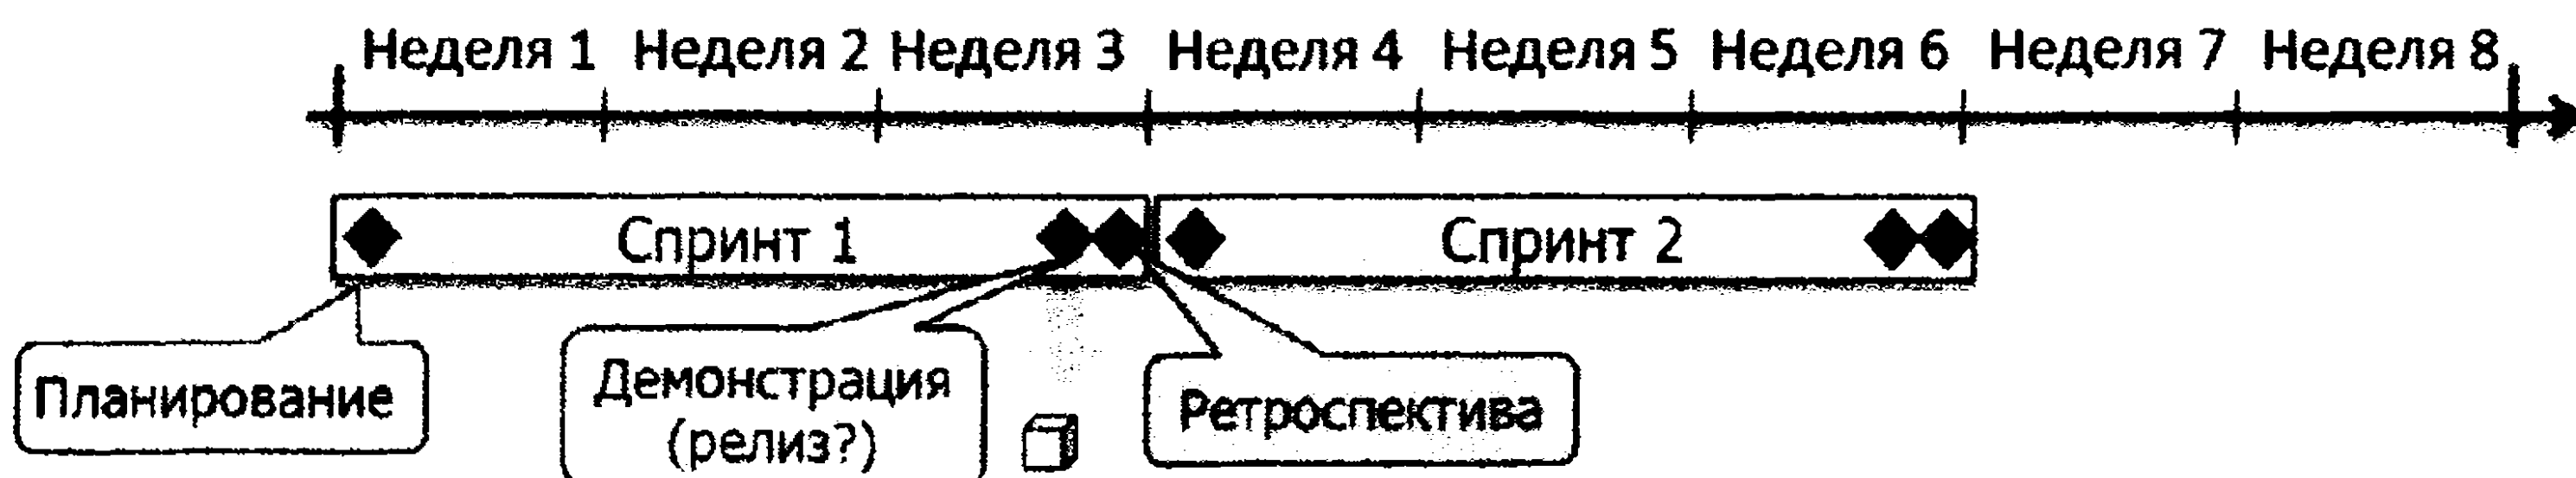

Рис. 2.4. Планирование, обзор и ретроспектива спринта в привязке ко времени
5. В конце каждого спринта необходимо проводить его обзор для получения обратной связи от владельца продукта с одновременной демонстрацией промежуточной версии создаваемого продукта (или реализуемого проекта, как это показано на рис. 2.4). При этом производится оптимизация плана создания продукта и корректировка приоритетов владельцем продукта совместно с клиентом. Исходной информацией для подобной корректировки служат данные, полученные при рассмотрении промежуточной версии продукта. Оптимизация плана проводится после каждой итерации (спринта).
6. В конце спринта проводится также его **ретроспектива** (см. рис. 2.4) с целью оптимизации проводимых работ и выяснения возможных систематических факторов, мешающих нормальной работе. После этого владелец продукта может запустить **новый спринт**.